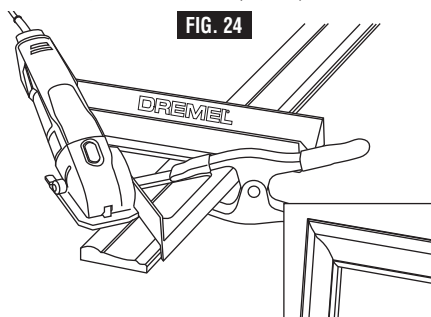

FIG. 24
1. Coupes d'onglets à 45° - utilisez le bord oblique du guide de coupe comme guide, (Fig. 24).
Coupe d'onglets à 15°, 22,5° ou 30° - faites pivoter le bord de coupe jusqu'au coin désigné à l'angle désiré en utilisant le repère de l'indicateur d'angle sur le guide de coupe, et réalisez la coupe en utilisant le bord extérieur du guide de coupe comme guide, (Fig. 24).